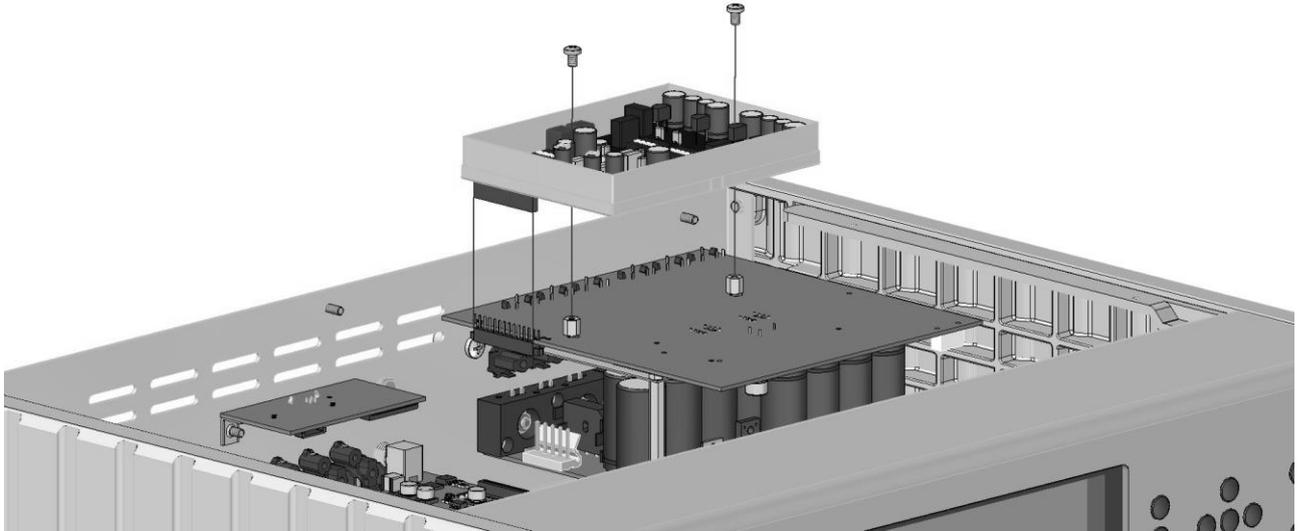

Abb. 7 / Fig. 7
- Phonomodul gemäß Abbildung 7 / 8 so einsetzen, dass die Stiftleiste genau in die Buchsenleiste des Phonomoduls passt.
- Install the phono module as shown in Fig. 7 / 8, taking care to align the pin contacts exactly with the row of sockets on the phono module.